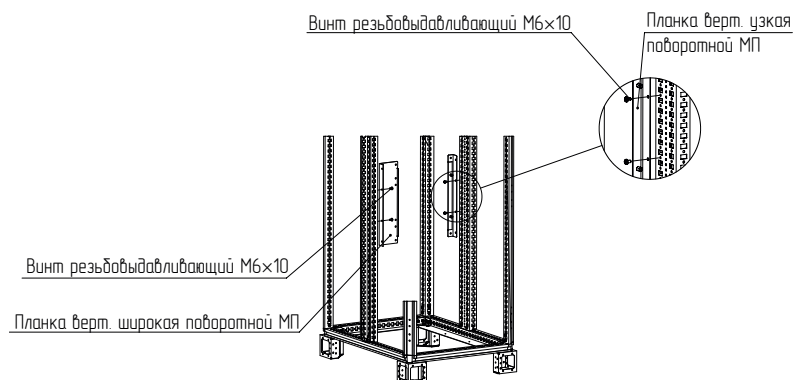

Рисунок 118
4.38.4 Установить планку вертикальную широкую поворотной МП, планку вертикальную узкую поворотной МП на стойках дополнительных вертикальных и закрепить винтами М6×10 в два отверстия в центре планок (рисунок 118). Момент затяжки – 7 Н·м.